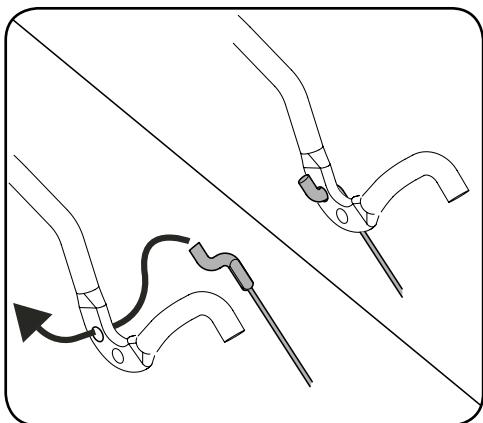

Рисунок 7-6
- 4 Теперь трос регулятора привода имеет достаточное провисание, чтобы можно было взяться за z-образный фитинг и переместить его из переднего в заднее отверстие регулятора. См. рисунок 7-6.